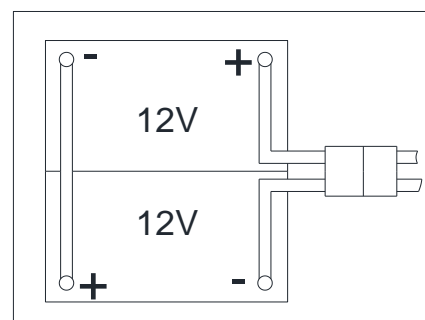

Figura 3
La máquina requiere dos baterías de 12 V, conectadas según el diagrama (Figura 3).
1. Abra la tapa del depósito de recogida (1) y compruebe si el depósito de recogida (25) está vacío; de lo contrario vacíelo mediante la manguera de desagüe. (22)
2. Cierre la tapa del depósito de recogida (1).
3. Vuelque el depósito de recogida con cuidado (25).
5. Pase e instale el cable de las baterías como se indica (en la Figura 3), luego apriete cuidadosamente la tuerca en cada uno de los terminales de la batería.
6. Coloque la tapa protectora en cada terminal, a continuación, conecte el conector de la batería (54).
7. Baje con cuidado el depósito de recogida (25).